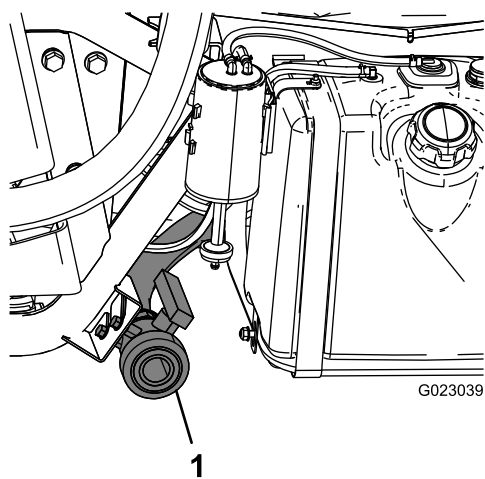

Figura 15
2. Localize a válvula de escoamento do depósito no lado esquerdo da máquina (Figura 15).
4. Abra a válvula para escoar do depósito qualquer material não usado e eliminá-lo de acordo com as normas locais e as instruções do fabricante (Figura 15).
5. Quando o depósito tiver drenado completamente, feche a válvula de drenagem e instale a válvula no suporte (Figura 15).